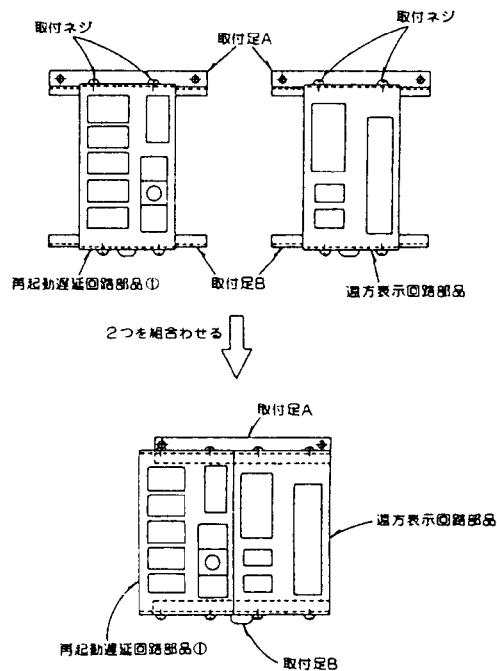

図6
- (1)再起動遅延回路部品①の取付足A、B及び遠方表示回路部品の取付足A、B(再起動遅延回路部品①の取付足A、Bと同一)を外し(取付ネジ各2個)遠方表示回路部品を右に、再起動遅延回路部品①は左にくるように並べ取付足A、Bに取付けます。(図6参照)